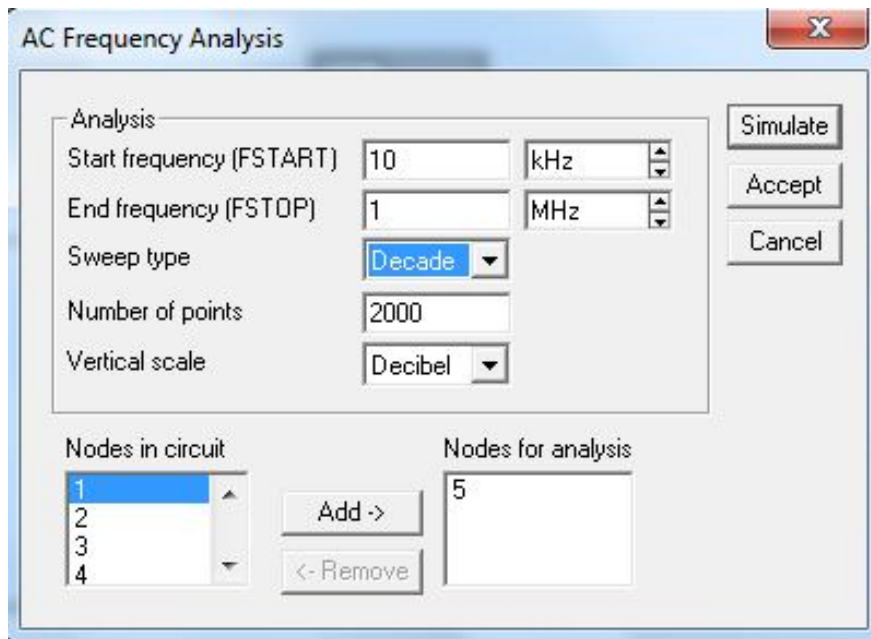

Рисунок 4.22 – Параметри для побудови графіка в логарифмічному масштабі
4.4. Побудувати графіки в логарифмічному масштабі. Для цього необхідно в діалоговому вікні команди **Analysis/AC Frequency** ввести такі параметри (рис. 4.22).